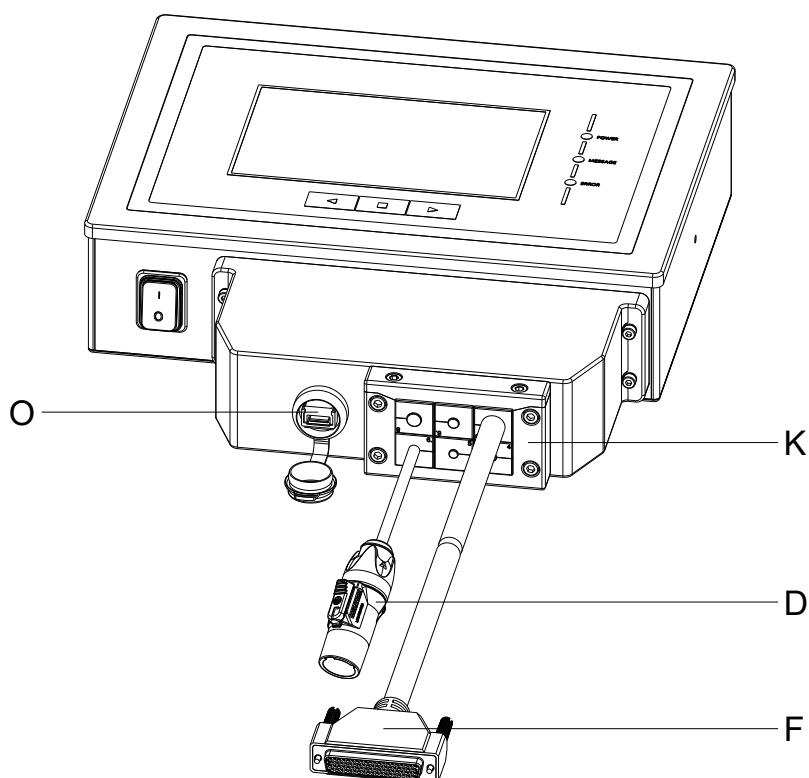

Figure 24
1. Retirer les quatre vis (C) à l'arrière de l'unité de contrôle (A), faire glisser les bagues d'étanchéité (B) et revisser les vis (C).
2. Connecter le câble de connexion 'Mécanique d'impression/Unité de contrôle' (F) à l'unité de contrôle (A).
3. Si nécessaire, connecter un câble de connexion pour les Entrées/Sorties externes au connecteur approprié de l'unité de contrôle (A).
4. Si nécessaire, connecter un câble de données Ethernet ou USB à l'unité de contrôle (A).
5. Insérer le câble de données USB (E) à l'intérieur du capot de protection (G) dans la prise USB.
6. Guider l'extrémité ouverte du câble de connexion 'Mécanique d'impression / Unité de contrôle' (F) à travers l'ouverture du capot de protection (G). Pour ce faire, le connecteur doit être basculé sur le côté. Ensuite, guider le câble d'alimentation (D) et, si nécessaire, les câbles de données et d'E/S à travers l'ouverture du capot de protection (G).
7. Guider le capot de protection (G) en direction de l'unité de contrôle (A) jusqu'à ce que le câble de données USB (E) puisse être connecté à l'unité de contrôle (A).
8. Visser le capot de protection (G) avec les quatre vis (I) et des bagues d'étanchéité (H) sur l'unité de contrôle.
9. Retirer la partie supérieure de la barrette passe-câble (K) après avoir retiré les deux vis (J).
10. Retirer les passe-fils (M) de la barrette passe-câble (K) qui s'adaptent aux câbles de connexion respectifs et entourer les câbles de deux à trois centimètres devant le capot de protection (G).
11. Placer la barrette passe-câble (K) devant le capot de protection et insérer les passe-fils (M) avec les câbles de raccordement dans les reinures. Le câble de connexion 'Mécanique d'impression/Unité de contrôle' (F) doit être placé en haut à droite, comme indiqué dans le schéma (voir Figure 24) et le câble d'alimentation (D) doit être placé en bas à gauche.